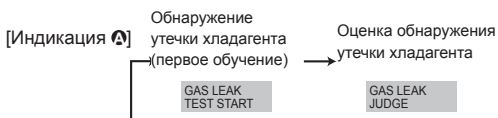

Fig. 9-2
1. Нажмите кнопку **TEST** и удерживайте ее три секунды или дольше, чтобы включить режим обслуживания. [Индикация ①] MAINTENANCE
2. Нажмите кнопку **CLOCK** (↕) и выберите [GAS LEAK TEST START] (ЗАПУСК ПРОВЕРКИ УТЕЧКИ ГА3А). (Fig. 9-2)